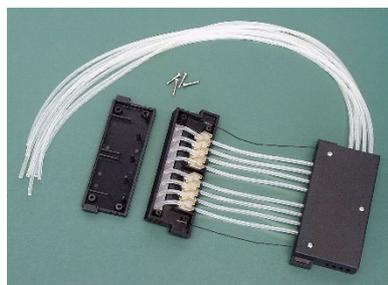

Abbildung 5–31. Abnehmen der Abdeckplatte des Unterteils der Dispensierkassette
2. Lösen Sie die vier Abdeckungshalteschrauben des Unterteils der Dispensierkassette (Abbildung 5–31).